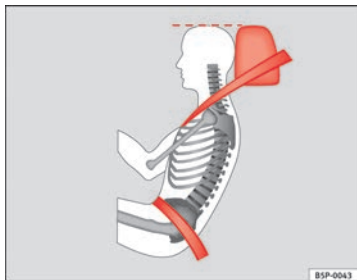

Abb. 13 Richtiger Gurtbandverlauf und richtige Kopfstützeinstellung von der Seite betrachtet
- Das Beckengurtteil des Sicherheitsgurtes muss vor dem Becken verlaufen und niemals über dem Bauch. Dabei muss der Gurt flach und fest am Becken anliegen ⇒ Abb. 13. Ziehen Sie das Gurtband gegebenenfalls etwas nach.